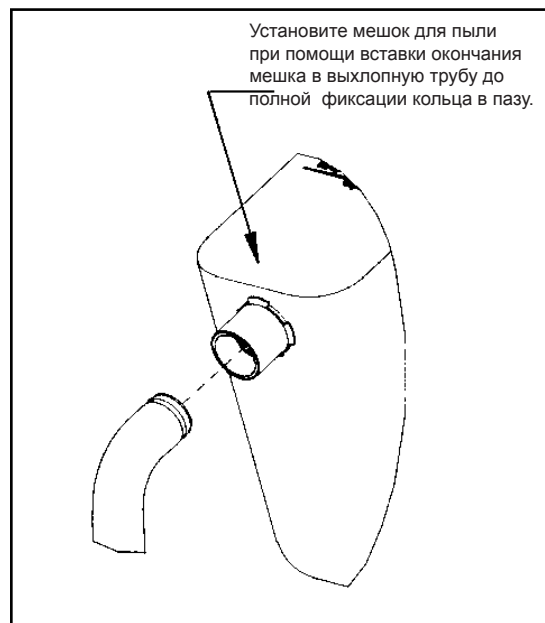

Рисунок 5
1. Установите мешок для пыли при помощи вставки окончания мешка в выхлопную трубу до полной фиксации кольца в пазу (рисунок 5). Лучший способ это проделать, использовать Вашу ладонь, нажимая на заднюю часть отверстия мешка.